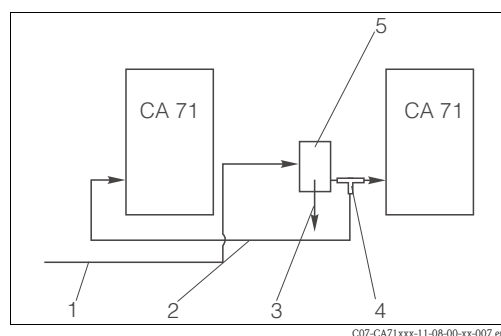

Fig. 13: Ejemplo de instalación
- La distancia entre los analizadores debe ser lo más corta posible: la línea sobre la que se recoge la muestra entre el conector T y el segundo analizador (Fig. 13, elemento 2) no ha de superar los 1,5 m